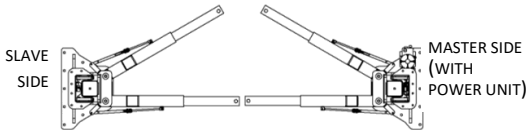

FIGURE 14 : SWING ARMS EXTENDED
9. EXTEND THE LIFTING ARMS AS FAR AS POSSIBLE. **SEE FIGURE 14.**